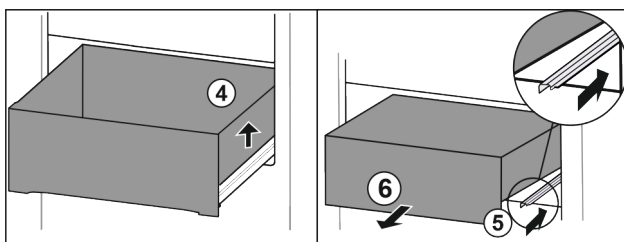

Fig. 115
- Schubfach rechts anheben. Fig. 115 (4)
- Rechte Schiene einschieben. Fig. 115 (5)
- Schubfach nach vorne entnehmen. Fig. 115 (6)